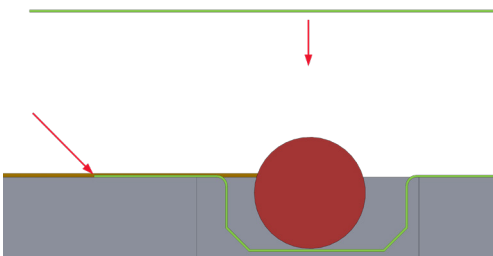

Fig. 3. Aluminiumstape skjøter og plateskjøter
6. Bruk så aluminiumstape over kabelen på alle plateskjøter, skjøter og på midtten av hver rette plate for å sikre at kabelen holdes på plass, og platene holdes sammen (fig.3)